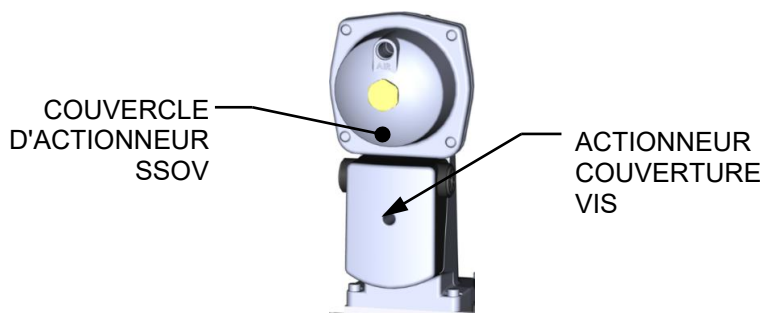

Figure 5-9 : Emplacement du couvercle de l'actionneur SSOV
Le SSOV, illustré à la figure 5-9, contient l' interrupteur **de preuve de fermeture**. Le circuit de l'interrupteur **de preuve de fermeture** est vérifié comme suit :
4. Retirez le couvercle du SSOV en desserrant la vis illustrée à la figure 5-9. Soulevez le couvercle pour accéder aux connexions de câblage des bornes.